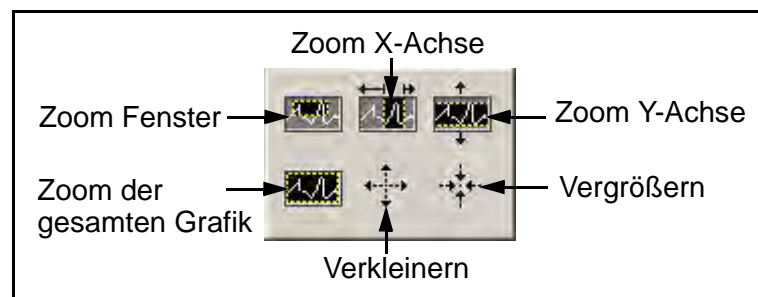

Abbildung 59: Zoom-Werkzeug
- Zoom-Werkzeug – bietet sechs Optionen wie in Abbildung 59 gezeigt.